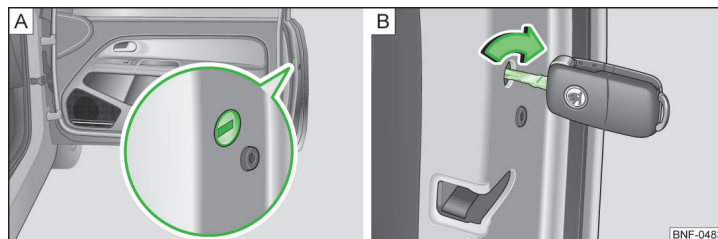

Fig. 121 Încuierea în regim de urgență: Portiera dreapta față
- Introduceți cheia în fantă » fig. 121 - A.
- Rotiți cheia la portiera dreaptă în poziția verticală în direcția săgeții » fig. 121 - B și la portiera stângă în sensul opus al săgeții.